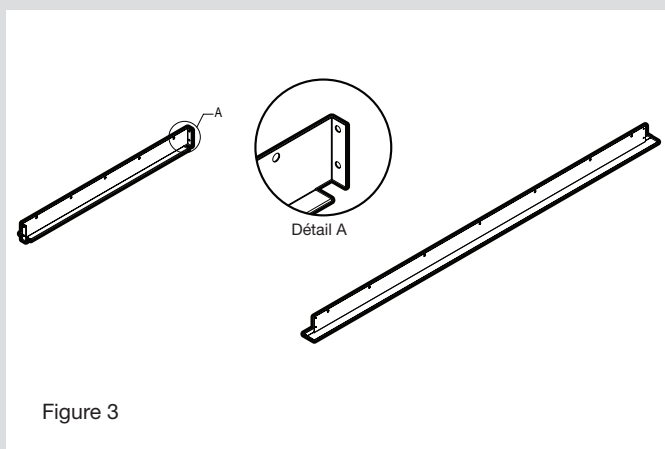

Figure 3
2. Identifier les longerons et les embouts (Fig. 3).